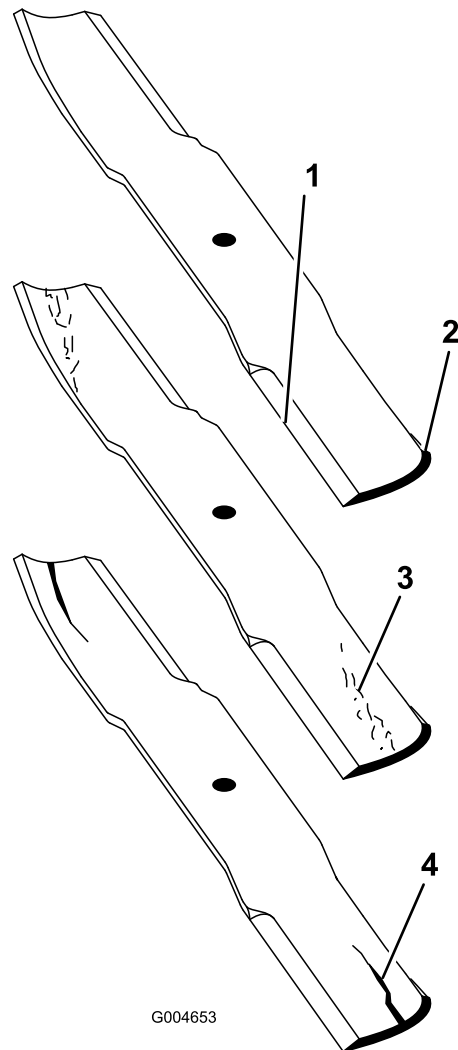

Figure 94
2. Examinez attentivement les tranchants de la lame, particulièrement au point de rencontre de la partie plane et de l'ailette (**Figure 94**).
Remarque: Le sable et les matières abrasives peuvent éroder le métal à cet endroit, c'est pourquoi il est important de contrôler l'état de la lame avant d'utiliser la tondeuse. Remplacez la lame si elle semble usée (**Figure 94**).